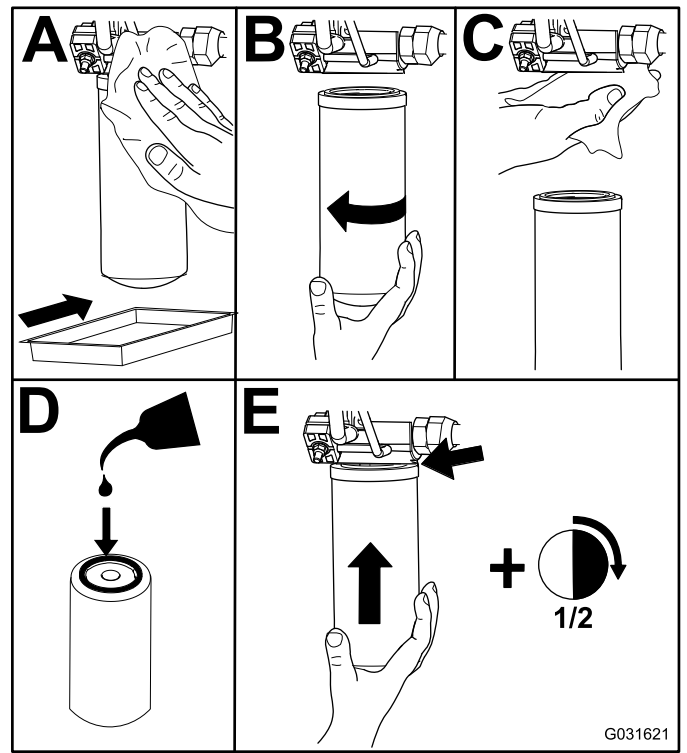

Figura 98
- Sostituite i filtri idraulici (Figura 98).